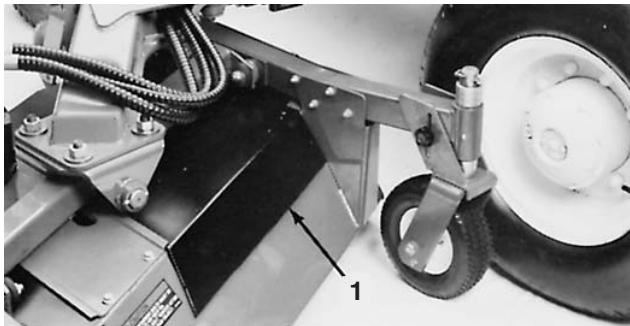
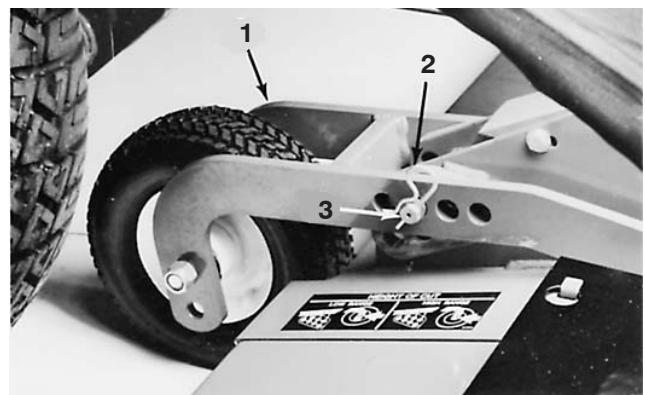

Figure 59
Figure 61
2. Déposez le couvercle intérieur de poulie du plateau (Fig. 59).
3. Retirez les goupilles fendues et les axes de chape des (2) ensembles pivotants arrière (Fig. 61). Mettez l'axe de chape gauche de côté et insérez l'axe de chape droit dans les trous à l'extrémité avant du bras de roue pivotante, à droite de l'unité (Fig. 59). Le bras pivotant et la goupille doivent être appuyés contre le haut de l'unité.